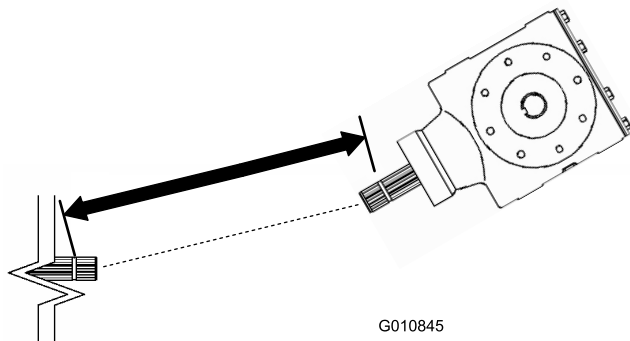
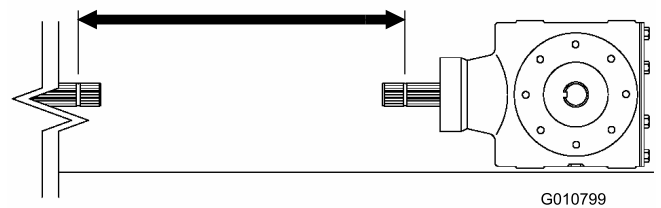
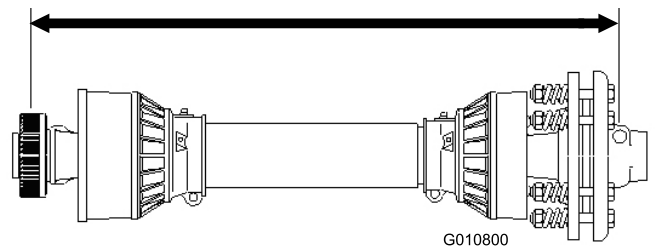

図 12
図 14
図 15
3. トラクタの PTO シャフト後端のロックンク溝からエアレータのギアボックスの PTO シャフトのロックンク溝からまでの距離を測定する（図 12）。この距離を記録する。例：67 cm
5. トラクタの PTO シャフト後端のロックンク溝からエアレータのギアボックスの PTO シャフトのロックンク溝からまでの距離を測定する（図 14）。この距離を記録する。例：70 cm
6. PTO シャフトの一方の端部にあるロックンク・ピンのボールの中心から、反対側の端部にあるロックンク・ピンの中心までの距離を測定する（図 15）。この距離を記録する。例：81 cm
7. 図 14 と 図 12 とのうち、小さい方の数値を、図 15 の距離から差し引く。例：81 cm - 67 cm = 14 cm